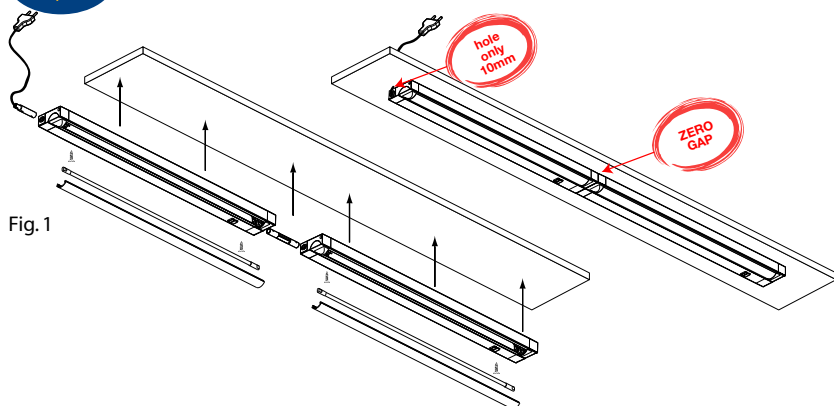

Fig. 1
8.1.6. Fissare la lampada Slide con le viti di fissaggio in dotazione fig. 1.
8.1.7. Rimontare il tubo e lo schermo fig. 1.